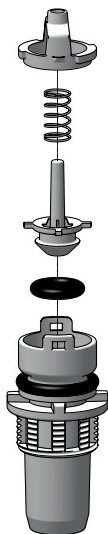

Рис. 25
- Установите их на место в нужном порядке в соответствии со схемой (**Рис. 25**).